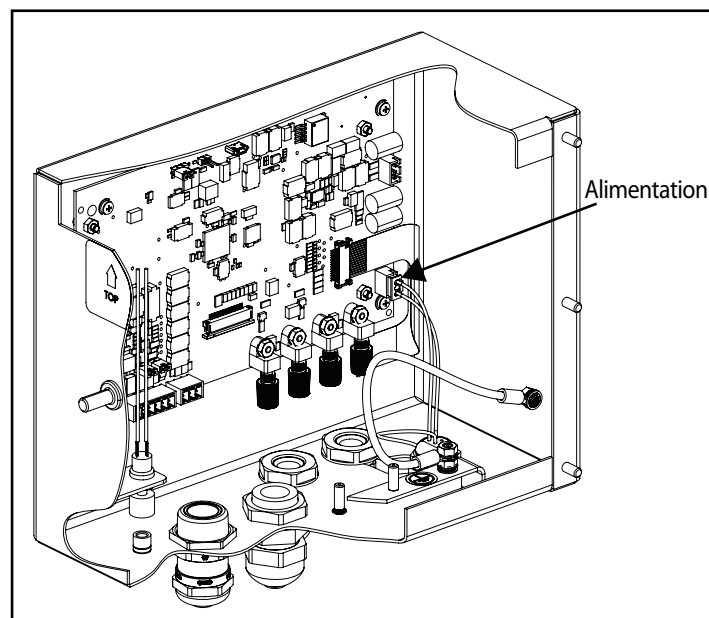

Figure 2-11. Câblage de raccordement de la prise électrique
**REMARQUE** : Le câble d'alimentation CC doit être fixé au connecteur J4 (Figure 2-11, page 26).
2. Brancher la fiche sur le connecteur J3 de la carte US (se reporter à la Figure 2-11).